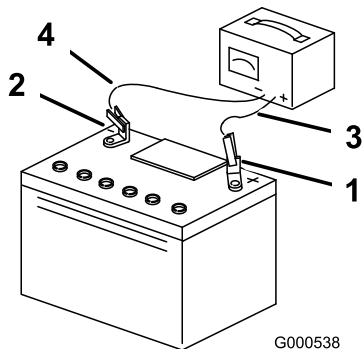

Figura 59
3. Quando la batteria è completamente carica, staccate il caricabatterie dalla presa elettrica e scollegate i cavi di ricarica dai poli della batteria (Figura 59).